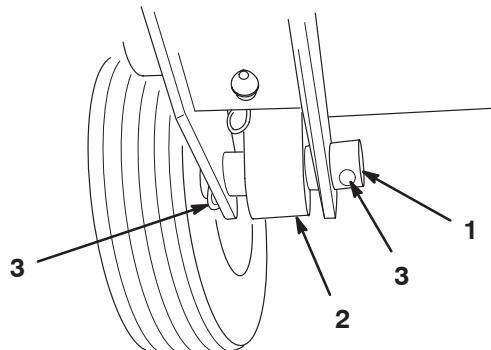

Bild 2
5. Montieren Sie das hintere Ende des Hubarms mit einem Schwenkstift und 2 Splints (werden mit der Zugmaschine geliefert) am Hubzylinder (Bild 2).